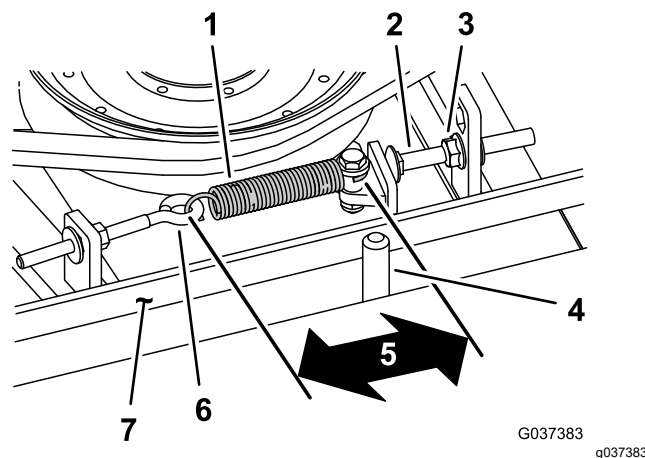

Figura 115
Quando la tensione è corretta, la misura interna della molla di prolunga (da gancio a gancio) deve essere circa 8,3–9,5 cm. Quando la tensione della molla è giusta, regolate il bullone di arresto (bullone a testa tonda) fino ad ottenere un gioco di 2–5 mm tra la testa del bullone ed il braccio di rinvio (Figura 115).
Nota: Verificate che la cinghia si trovi dal lato molla del guidacinghia (Figura 115).
2. Allentate il bullone ad occhio (Figura 115).
3. Allentate il dado flangiato che fissa il bullone di arresto all'aletta di montaggio e spostate la puleggia tendicinghia via dalla cinghia (Figura 115).
9. Collegate la molla di prolunga (Figura 115) al bullone ad occhio e tendete la cinghia come segue: